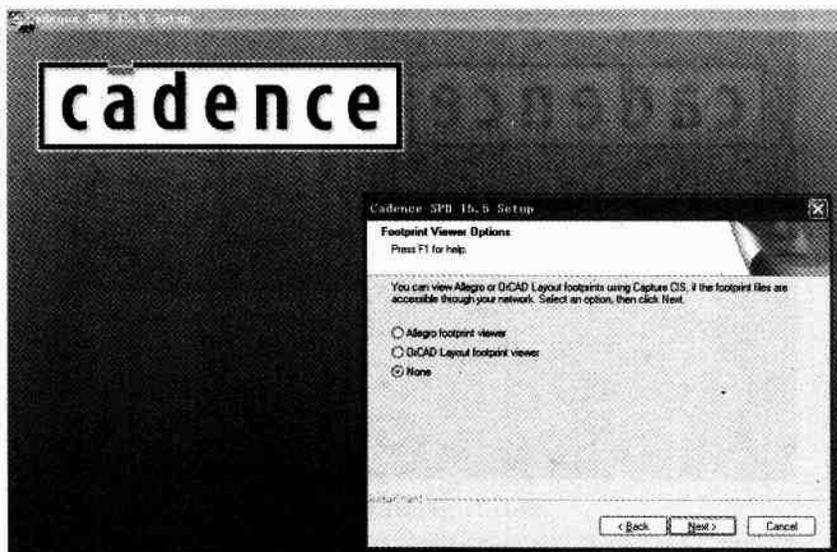

图 1-10 在原理图中是否观看封装对话框
- 7) 出现如图 1-10 所示的对话框，然后单击“Next”按钮。